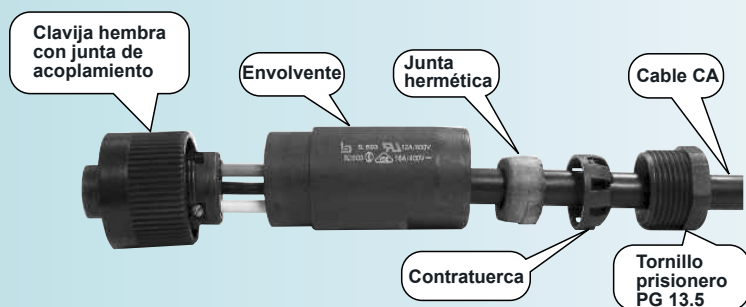
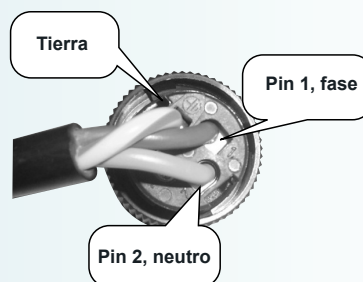

Fig. 9
Fig. 10
■ Conectar los cables del modo siguiente (Fig. 9 y Fig. 10) :